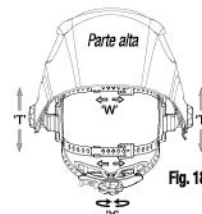

Fig. 18
La circonferenza totale della fascia per la testa può essere allungata o accorciata ruotando la manopola sul retro della fascia (vedi la regolazione a "Y" nella Fig. 18). Questa regolazione può essere effettuata solo con casco indossato e consente solo di applicare la giusta tensione per tenere il casco saldamente sulla testa senza che risulti troppo stretto.
• Se la fascia per la testa è troppo alta o troppo bassa sulla testa, regolare la cinghia che passa sopra la sommità della testa. Per farlo, staccare l'estremità della fascia spingendo il perno di blocco fuori dal foro nella fascia. Far scorrere le due parti della fascia fino ad una larghezza maggiore o minore secondo necessità e spingere il perno di blocco nel foro più vicino alla regolazione effettuata (vedi regolazione a "W" nella Fig. 18).